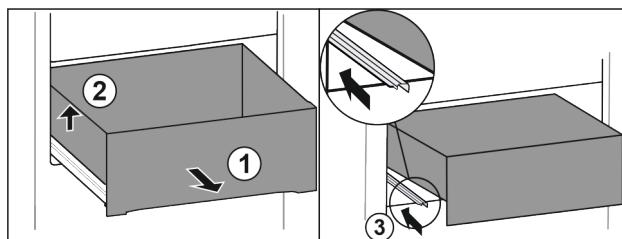

Fig. 68
- Вытяните выдвижной ящик до упора. Fig. 68 (1)
- Приподнимите выдвижной ящик слева. Fig. 68 (2)
- Вставьте левую направляющую. Fig. 68 (3)